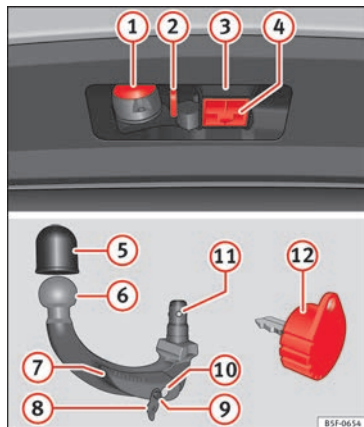

Fig. 225 Suporte do dispositivo de engate para reboque/esfera desmontável/chave
Legenda da »» **Fig. 225:**
- Retire o tampão de alojamento do gancho ④ »» Fig. 225 para baixo.